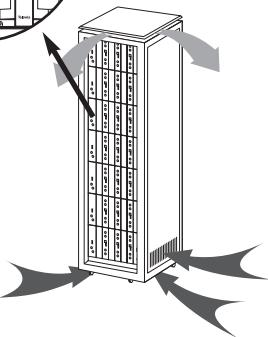

fig. 4
Para a montagem das unidades na rack com ventilação é obrigatória a montagem de carátulas cegas ref. 5073 entre os módulos para permitir uma correcta ventilação do conjunto e 5173 para preencher unidades, fig. 4.